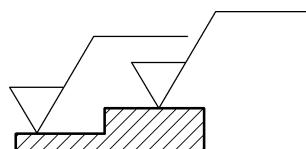

图 8-28 插入图块示例
将如图 8-28 所示的图块插入图中。
- 4) 移动鼠标在绘图区内指定插入点，完成图块插入的操作，如图 8-28 所示。